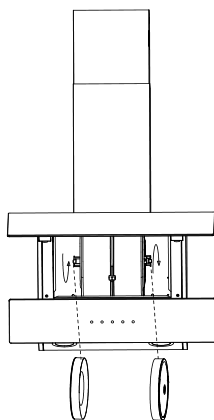

Рис. 8
3. Снять угольный фильтр, который находится внутри вытяжки на корпусе двигателя, вращая его против часовой стрелки (Рис. 8).
4. Затем, повторяя все шаги по пункту 3 в обратном порядке, установите новый фильтр на корпусе двигателя и поверните его по часовой стрелке для фиксации (Рис. 8).